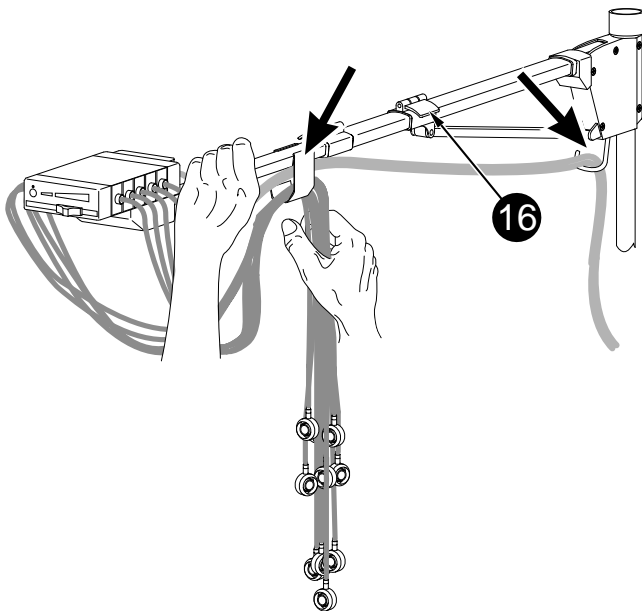

Figure 3-5. Pose des câbles
- \* Posez les conduites d'aspiration et de signaux combinées selon la figure 3-5.
- \* Suspendez ensuite les câbles d'électrodes selon la figure 3-5.
- \* En réglant la hauteur du bras télescopique, il vous faut tenir le bras, afin que celui-ci ne se replie pas vers le bas, lorsque vous ouvrez la pince (16).